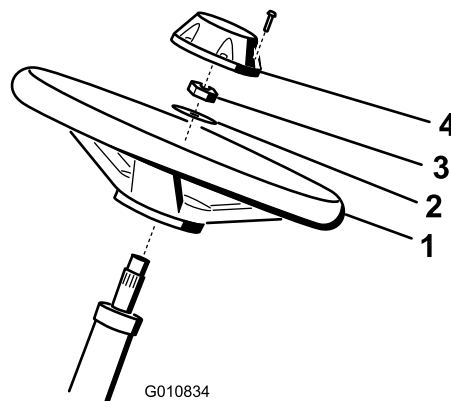

図 3
- ハンドルをステアリングシャフトにはめ込む **図 3**。
- ワッシャをステアリングシャフトにはめ込む **図 3**。
- ジャムナットでハンドルを固定し、27-35 N·m 2.8-3.6 kg·m 20-26 ft-lb にトルク締める **図 3**。
- キャップを取り付け、ねじで固定する **図 3**。